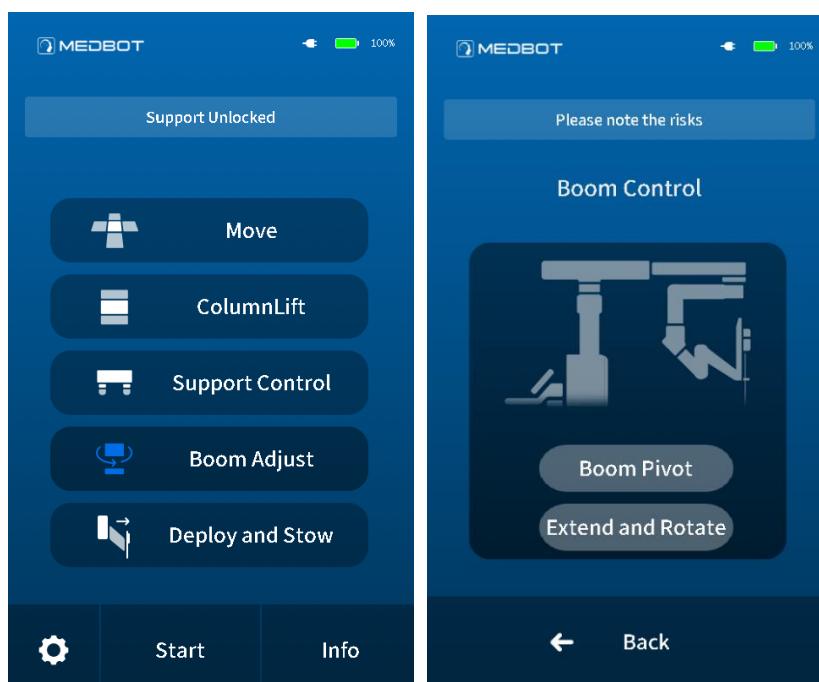

Рисунок 9.6. Переход от главного меню сенсорного экрана к меню настройки плечевого соединения
- е) Как показано на рис. 9.6, нажмите кнопку Boom Adjust (Настройка стрелы), система перейдет к интерфейсу Boom control (Управление стрелой). Один человек держит рукой основную подвеску или регулировочный манипулятор, другой нажимает кнопку Boom Pivot (Шарнир стрелы), вручную устанавливает верхнюю пластину основной подвески в соответствующую конфигурацию, а затем снова нажимает на кнопку Boom Pivot для завершения регулировки основной подвески; один человек держит шарнир поворота и разгибания плеча, другой нажимает кнопку Extend and Rotate (Раздвинуть и повернуть), вручную устанавливает в соответствующую конфигурацию, а затем снова нажимает на кнопку Extend and Rotate для завершения регулировки плеча. После завершения соответствующих операций нажмите кнопку Back (Назад), чтобы вернуться в главное меню.